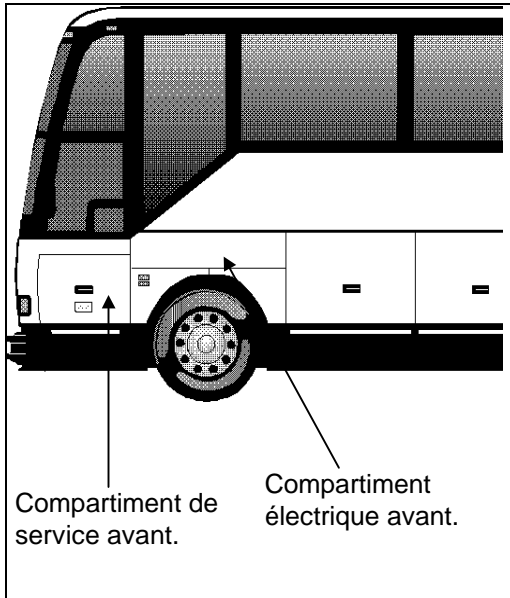

FIGURE 6 18232
n. Dans le compartiment de service avant (Fig. 6), localiser le fil SP48 qui est dans le faisceau principal du connecteur C45. Vous devriez voir deux fils qui ne sont pas branchés nulle part, SP48 est l'un de ces deux fils.